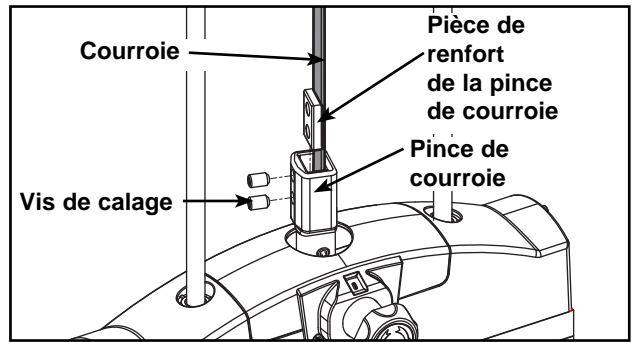

Figure 12
- E. Serrez la courroie et fixez-la à la pince à l'aide des deux vis de calage. **REMARQUE :** Serrez les vis de calage au couple de 300-350 po/lb (33,90 - 39,55 N-m). Reportez-vous à la figure 12.